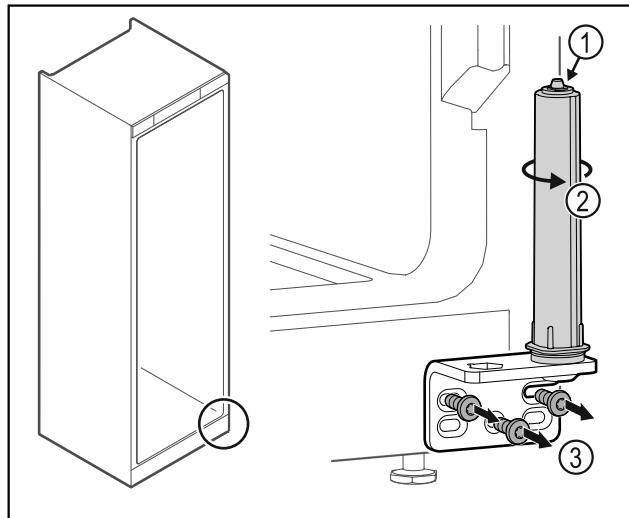

Fig. 32
- Mos e zërtheni sistemin e mbylljes së derës Fig. 32 (1).
- ▶ Rrotulloni sistemin e mbylljes Fig. 32 (2) derisa të kërcasë.
- ▶ Lironi vidat e profilit të menteshës Fig. 32 (3).